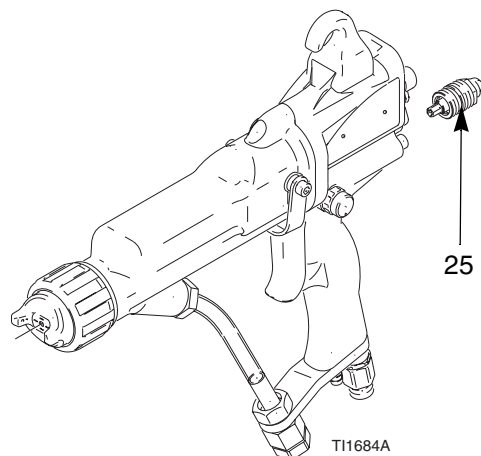

Fig. 32. Vanne de réglage du produit
2. Démontez la vanne de réglage produit (25). Elle ne peut être remplacée que par un ensemble complet. Voir FIG. 32.
3. Vissez la vanne (25) sur la poignée du pistolet. Serrer à 1,7–2,8 N.m.